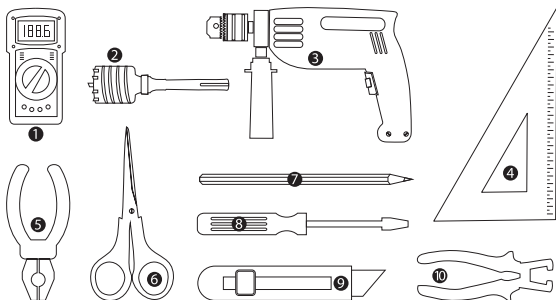

Рисунок 7. Рекомендуемый набор инструментов.
**Шаг 5. Подготовьте необходимые инструменты для монтажа (рисунок 7). В случае, если Вы не являетесь квалифицированным электриком, поручите монтаж пленочного теплого пола специалисту или просто обратитесь за услугой в сервисную службу компании ООО «Груп Атлантик Теплолюкс».**